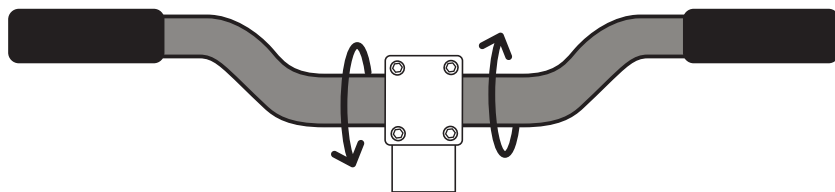

Рис. 3
- 2) Закрепите руль с помощью крышки выноса, предварительно отрегулировав наклон руля (рис. 3).